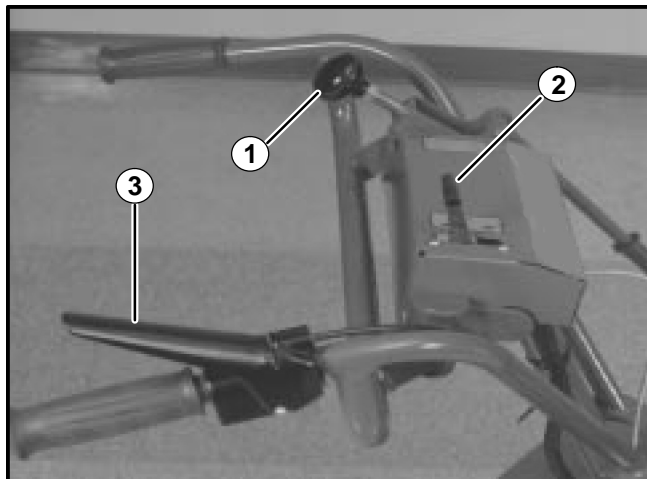

ABBILDUNG 18
15. Den Gaszug zum Motor führen und mit der Klemme und den Befestigungsteilen wie in Abbildung 18 dargestellt sichern (bei Honda-Motoren das kabel an der innenseite des halters verlegen).
Rückt den Antriebsriemen ein oder aus und bremst den Antriebsriemen, wenn er FEST zurück gezogen wird. Siehe Abbildung 18, Teil 1.
Erhöht oder verringert die Drehzahl des Motors. Siehe Abbildung 18, Teil 2.
Bei eingerückter Kupplung, stoppt der Motor, wenn der Bediener den Kontrollhebel nicht niederdrückt. Siehe Abbildung 18, Teil 3.